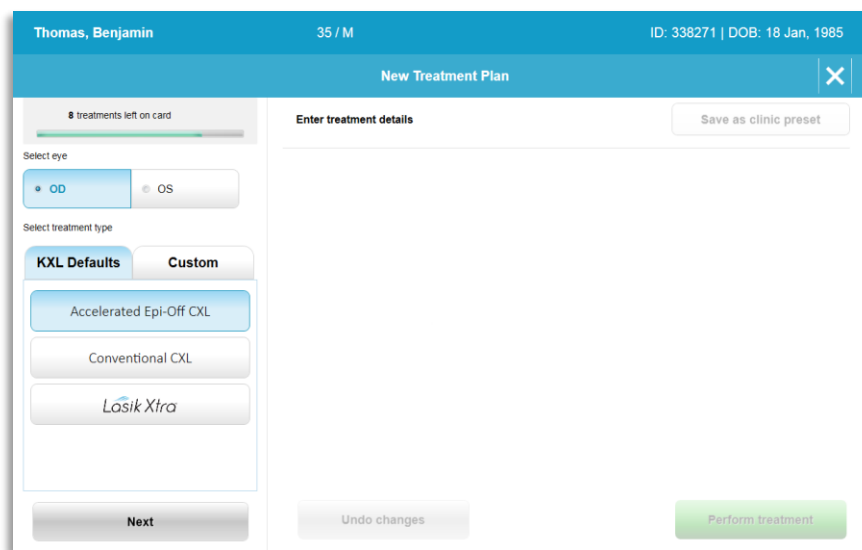

Figura 3-5. Selectare ochi
- Atunci când un ochi este selectat, câmpul va fi evidențiat cu albastru, așa cum se arată în Figura 3-5.
- Sistemul este pre-programat cu trei planuri de tratamente KXL de bază (implicite), așa cum se arată în Figura 3-5: